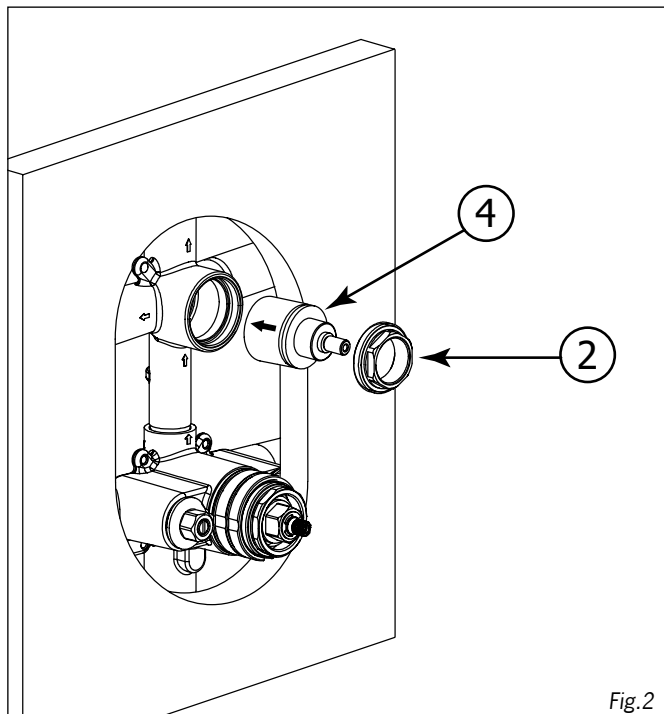

Fig.2
Insert the diverter cartridge (4) into the valve body as shown (Fig.2). Screw the large nut (2) back into place. DO NOT OVERTIGHTEN.
Insérer la cartouche du déviateur (4) dans la valve tel qu'illustré. (Voir Fig.2). Revisser l'écrou (2) en place. NE PAS TROP SERRER.